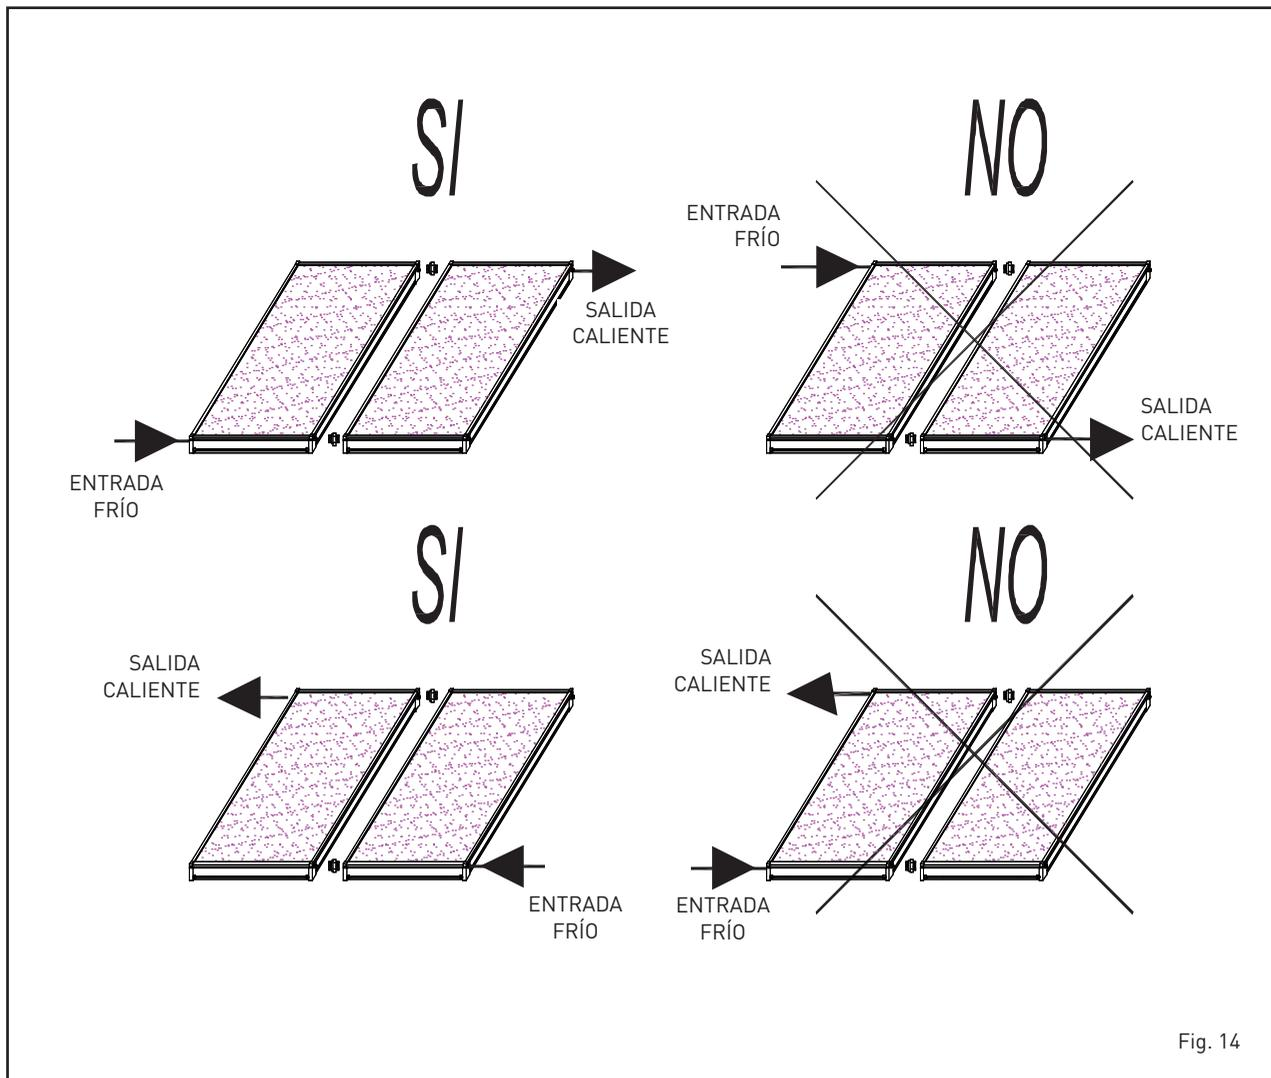

Fig. 14
## UNIONES Y RACORES DE CONEXIÓN (Fig. 14)
**La salida caliente debe estar arriba desde la parte opuesta, esto es, si entramos en la parte inferior izquierda tenemos que salir en la superior derecha y viceversa (véase Fig. 14).**